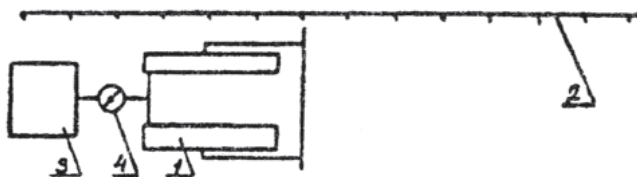

Рис. 5. Схема экспериментального определения коэффициента буксования: 1 – модель машины; 2 – мерная лента; 3 – прицеп с грузом; 4 – динамометр.
2. Экспериментальные замеры коэффициента буксования, действительных скоростей при различных тяговых усилиях производят по следующей схеме (рис. 5). Модель автомобиля или трактора (1) устанавливают вдоль мерной ленты (2). Движение автомобиля (трактора) осуществляют вначале без прицепа, а затем с прицепом (3), на котором размещают различные грузы. Силы тяги на крюке измеряют динамометром (4). Секундомером измеряют время движения.